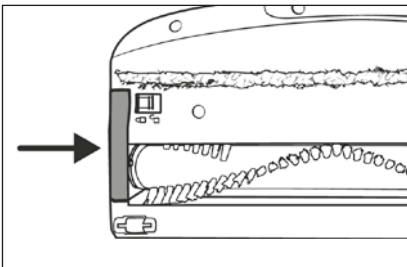

Fig. 27
- 6) Sæt børsterulleholderen **19** ind i gulvbørsten **21** igen. Tryk den ned, indtil den klikker hørbart på plads i gulvbørsten **21** (se fig. 27).